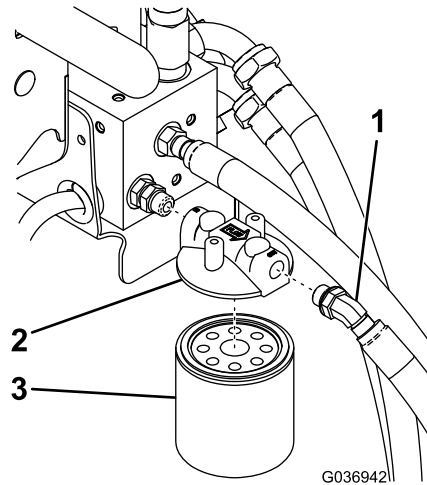

Bild 11
3. Befestigen Sie den Filterkopf, den Filter und das 45-Grad-Anschlussstück am Anschluss des T-Anschlussstücks am Verteiler, wie in Bild 11 dargestellt.